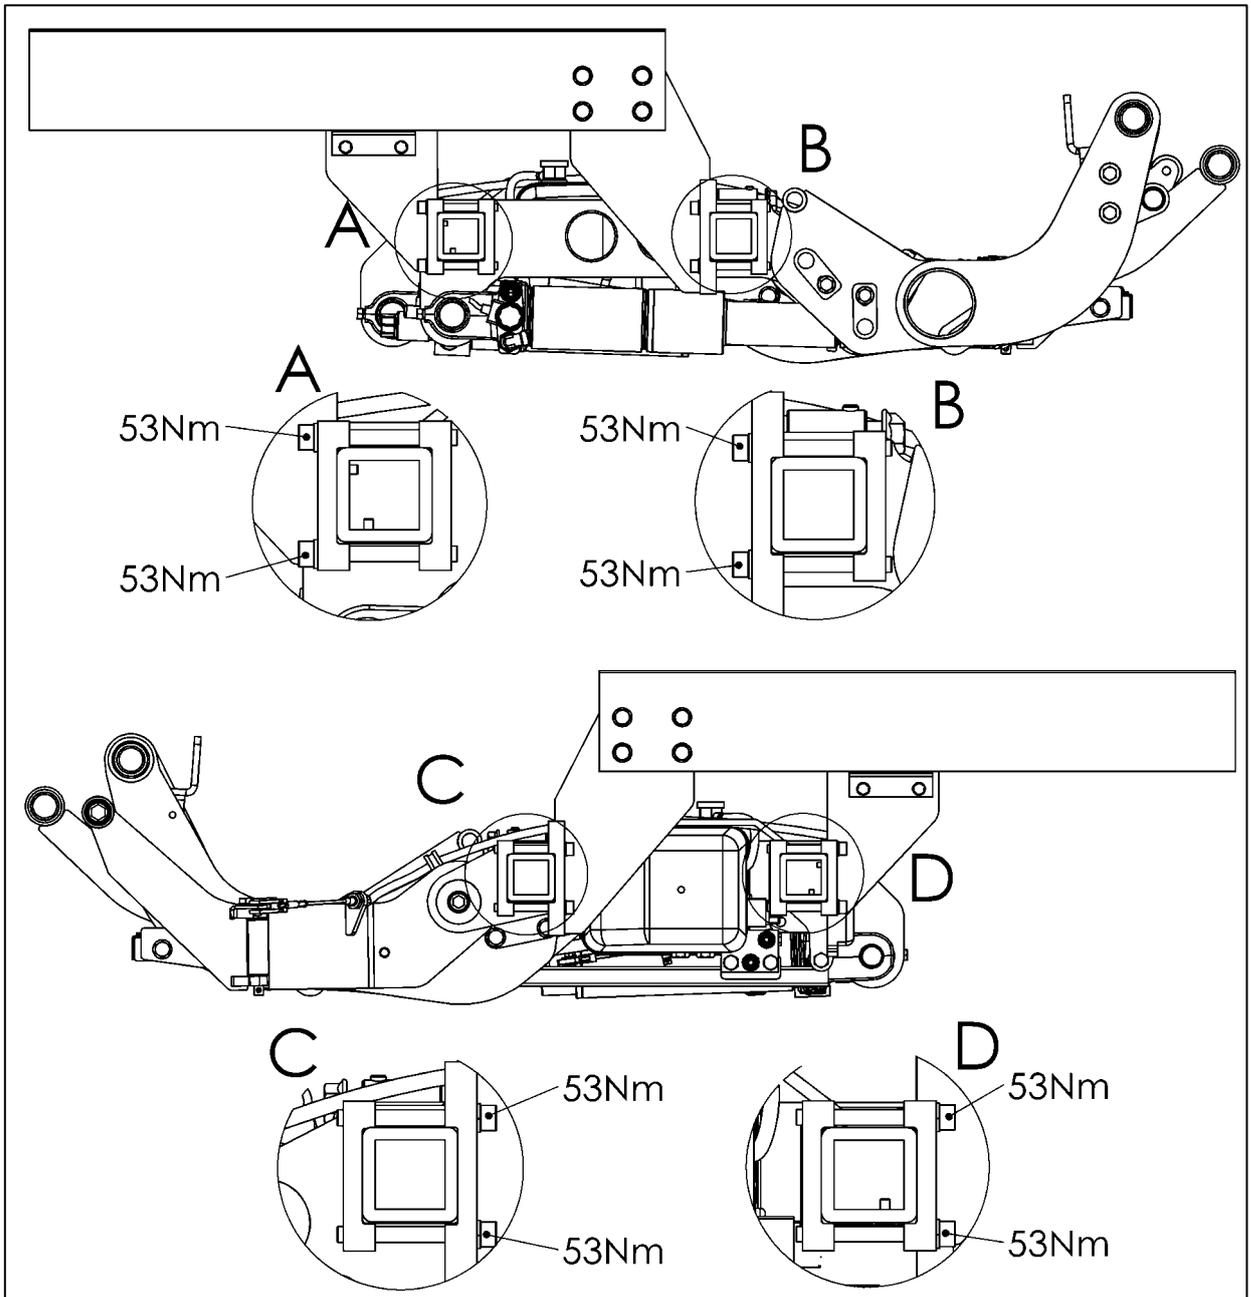

Fig. 30
- Fije los adaptadores de instalación al mecanismo de elevación y apriete los tornillos a **53 Nm** (see Fig. 30).